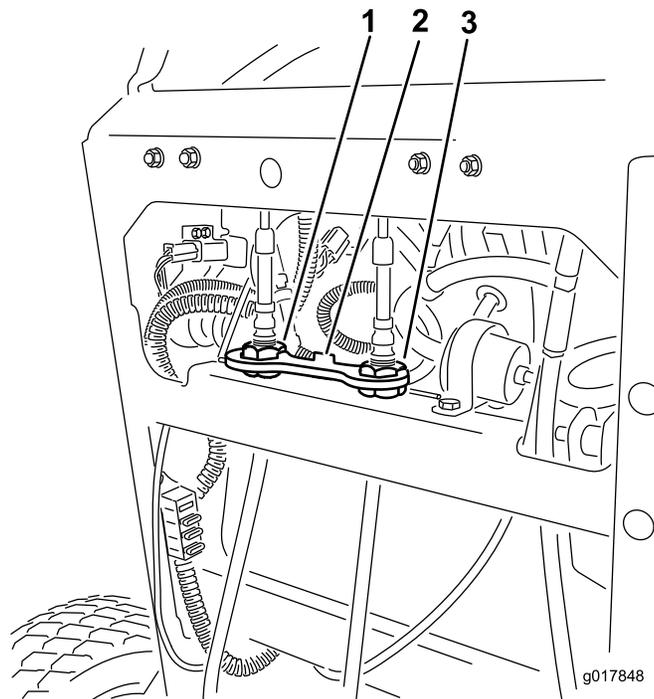

Figura 72
6. Montate il blocco del cavo sui dadi di regolazione del cavo per fissare la regolazione (Figura 72).